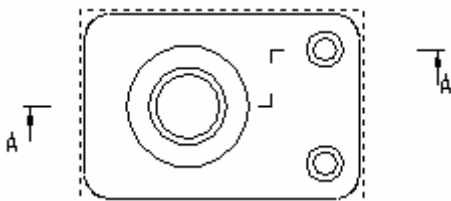

Рис. 6.3. Линия разреза
9. Постройте линию разреза А–А (рис. 6.3).